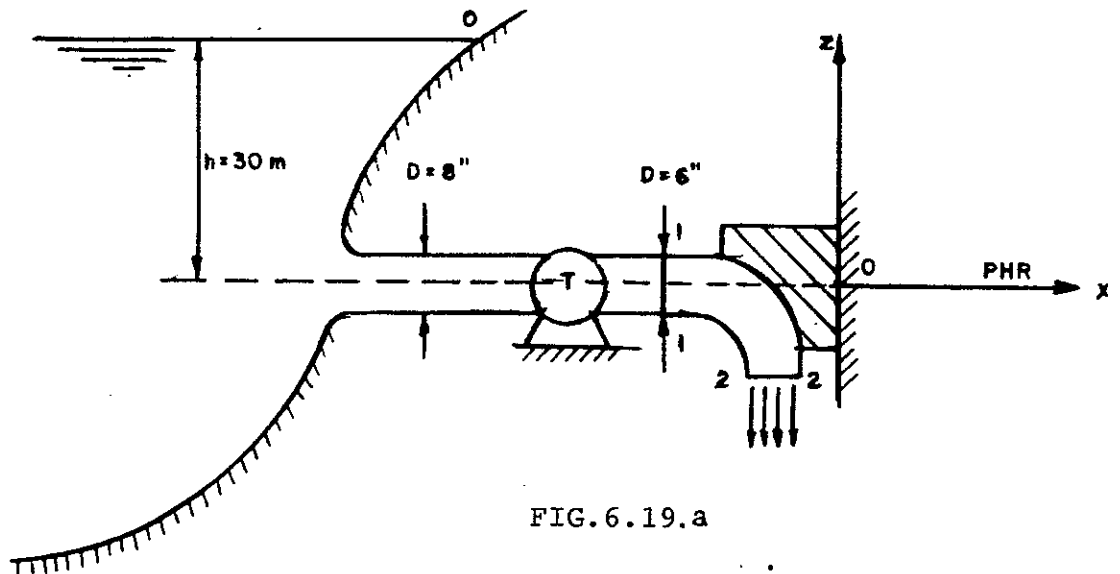

FIG. 6.19.a
6.19 - Um reservatório de grandes dimensões contém água e alimenta uma turbina conforme fig. 6.19 Sabendo-se que a força horizontal no defletor indicado é de 1000N ; pede-se calcular a potência na turbina.